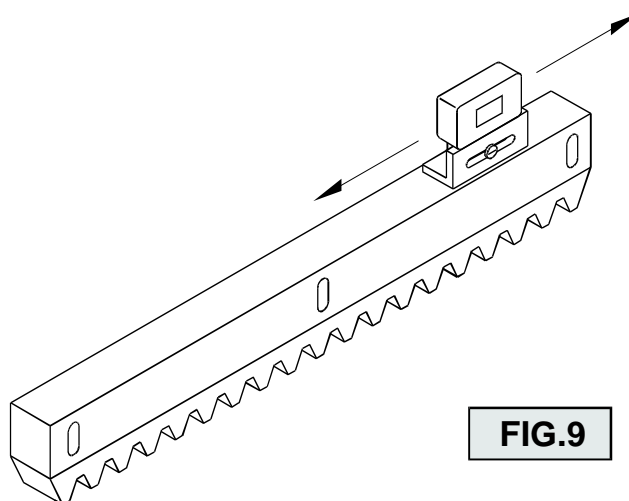

FIG.9
- Saldare i 2 supporti dei magneti sulla cremagliera come indicato in Fig. 9. Per facilitare il posizionamento operare come segue: